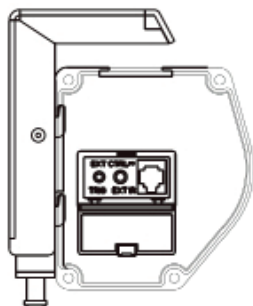

Figure 16
3. Fixez maintenant les équerres de montage sur l'écran à l'aide des suspensions de plafond ; ce faisant, assurez-vous que les rainures du boîtier sont alignées avec les équerres de fixation. Serrez les vis de blocage pour fixer le boîtier dans les supports. (Figures 16 et 17)